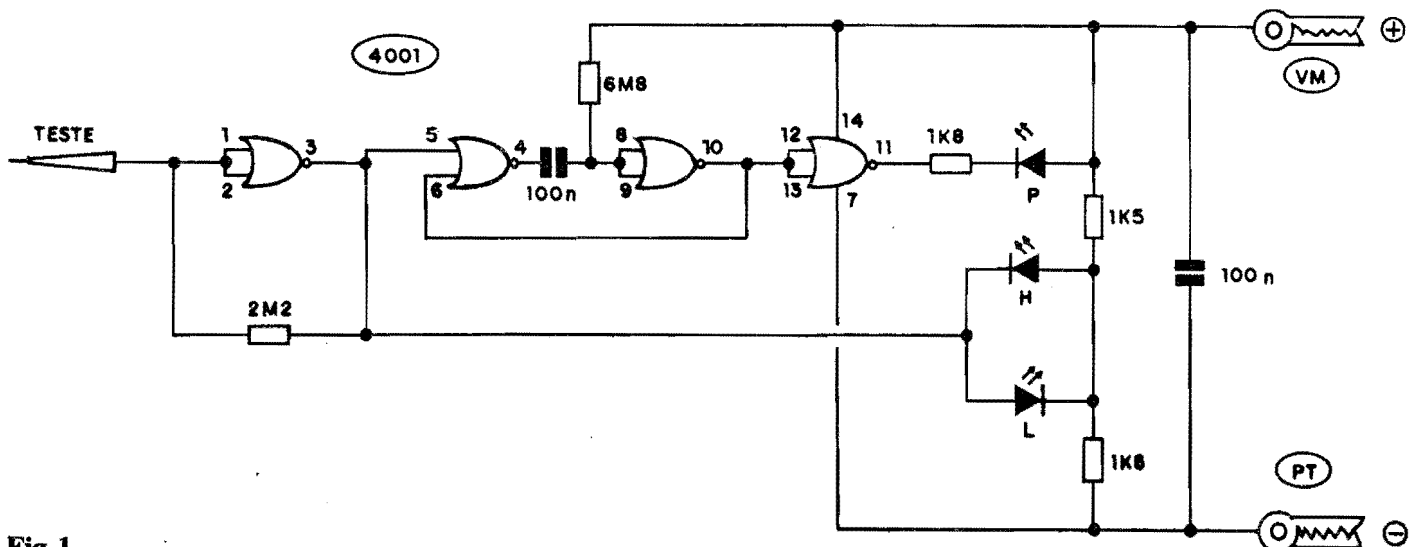
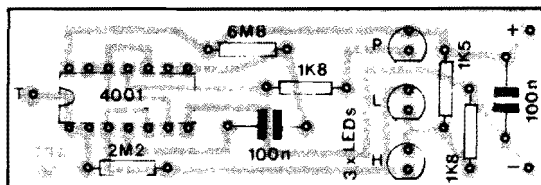

Fig. 1
Fig.4
**- FIG. 1 - DIAGRAMA ESQUEMÁTICO DO CIRCUITO** - Conforme já foi mencionado, o circuito da PLCM "puxa" sua alimentação diretamente das linhas de energia positiva e negativa do circuito digital a ser analisado, com o que todos os seus referenciais passam, automaticamente a ser assumidos pelo provador... O primeiro *gate* (pinos 1-2-3), com suas duas Entradas "juntadas", forma um simples inversor, no qual a Entrada geral (pinos 1-2) recebe uma polarização equivalente a cerca da metade da Tensão de alimentação, via resistor de 2M2, com o que, numa condição não muito comum num circuito puramente digital, também a Saída do dito *gate* (pino 3) se mantém nesse nível de Tensão (metade, aproximadamente, da "voltagem" de alimentação geral...). A dita Saída (pino 3) excita diretamente um par de LEDs em "anti-paralelo" (LED H, de "high", e LED L, de "low"...), cujos "outros lados" estão ligados, via resistores de 1K5 e 1K8, a idêntico valor de Tensão (pouca coisa maior do que a metade da alimentação...). Dessa maneira, com a ponta de teste "livre", ou li-
- FIG. 4 - "CHAPEADO" DA MONTAGEM - O lado não cobreado da plaquinha, já com todas as peças colocadas. Cada componente está identificado pelo seu código, valor, polaridade e outros detalhes importantes (como é "costume" nos artigos que descrevem as montagens dos projetos de APE...) de modo que mesmo um iniciante, ainda "verde" nas "coisas" da Eletrônica, conseguirá interpretar corretamente o diagrama e levar a montagem a bom termo... Pedimos, porém, especial atenção para os componentes polarizados, quais sejam: o Integrado, cuja extremidade marcada deve ficar voltada para uma das bordas menores da placa (aquela que
- FIG. 6 - O ACABAMENTO DA PLCM... - Uma caixinha em formato alongado, estreita, constitui o **container** ideal para o circuito, principalmente devido às especiais condições em que se deve ser manuseado, quase como se a própria caixa fosse um prolongamento da ponta de teste... O "jeitão" sugerido na figura torna-se extremamente confortável, ergonômico e também seguro durante a utilização, além de manter o pequeno **display** de três LEDs em posição facilmente visível ao operador, seja ele destro ou canhoto... Observar que o corpo plástico (isolamento) da ponta de prova deve ser rigidamente colado ao centro de uma das faces menores da caixinha, ficando o furo de passagem do cabo paralelo polarizado (de alimentação), exatamente na face oposta do **container** (aquela mais próxima dos três LEDs indicadores...). Não esquecer da marcação identificatória dos LEDs, condição importante para o correto diagnóstico das indicações feitas pela PLCM... Essa identificação deve ser referenciada pelas marcações vistas no "esquema" (FIG. 1) e no "chapeado" (FIG. 4). Seu significado, para quem ainda não "percebeu", é: H = **high** ("alto", ou "1"), L = **low** (ou "baixo", ou "0") e P = **pulse** ("pulso").